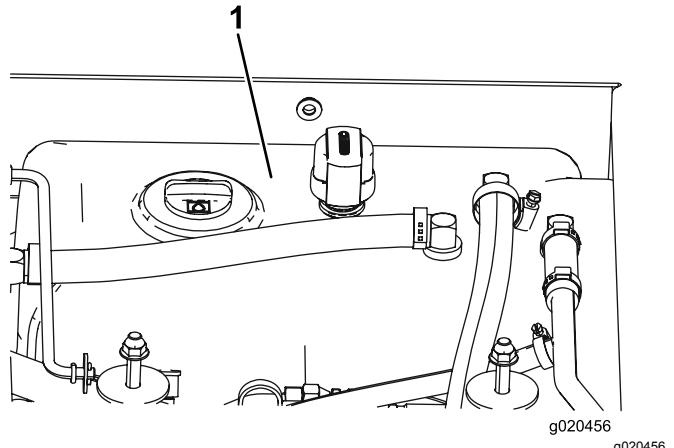

Bild 105
- Füllen Sie den Hydraulikbehälter (Bild 105) mit Hydrauliköl, siehe Prüfen des Hydrauliköls \(Seite 75\).